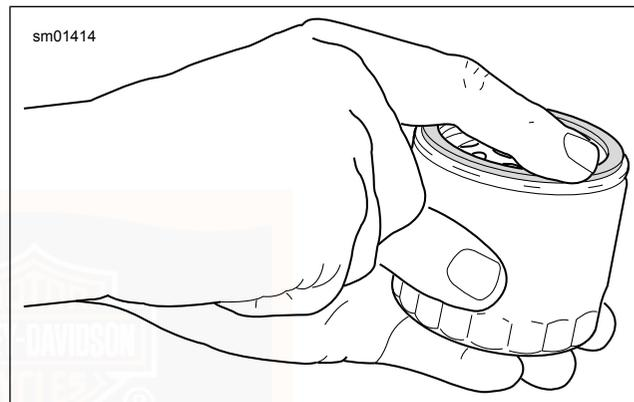

Abbildung 67. Schmieren der neuen Ölfilterdichtung
7. Siehe Abbildung 67 . Den **neuen** Ölfilter einbauen.